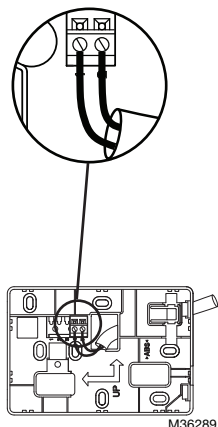

Fig. 5. Conectando os fios ao bloco terminal.
Conecte o bloco terminal conforme mostrado na Fig. 5:
3. Examine e verifique a fiação da conexão do terminal ilustrada na Fig. 5.